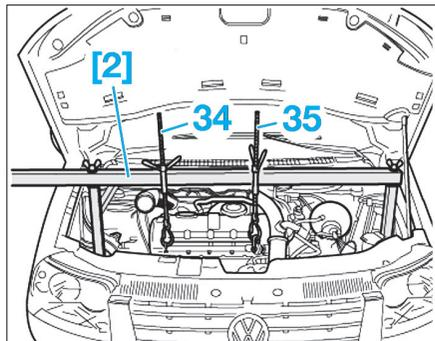

Fig. 20
- Débrancher la fiche (33) du transmetteur de niveau/de température d'huile.
- Délester le palier de moteur en soulevant légèrement le moteur avec la tige filetée droite (34) (Fig.20).